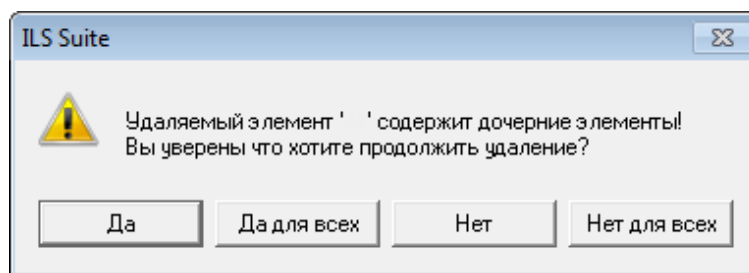

Рис. 10-41 – Сообщение о наличии в папке вложенных элементов
- 5) В том случае, если объект не содержит дочерних элементов, он удаляется без вывода информационного сообщения. Если объект содержит дочерние элементы, об этом сообщается в новом диалоговом окне (рис. 10-41).